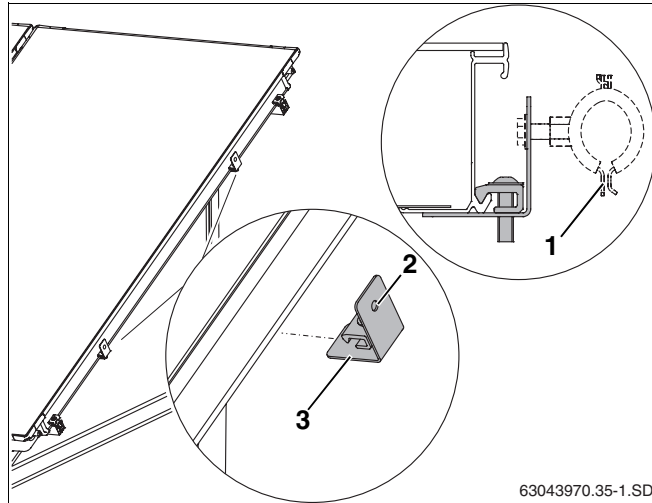

Fig. 56 Fissaggio del supporto sulla struttura dei collettori
Per il fissaggio della tubazione di mandata al supporto con filettatura M8 (fig. 56, **pos. 2**), si consiglia l'uso di fascette per tubo (fig. 56, **pos. 1**) di tipo comunemente disponibile in commercio.
- Disporre il supporto (fig. 56, **pos. 3**) sulla struttura dei collettori e serrare la vite con una chiave SW5.